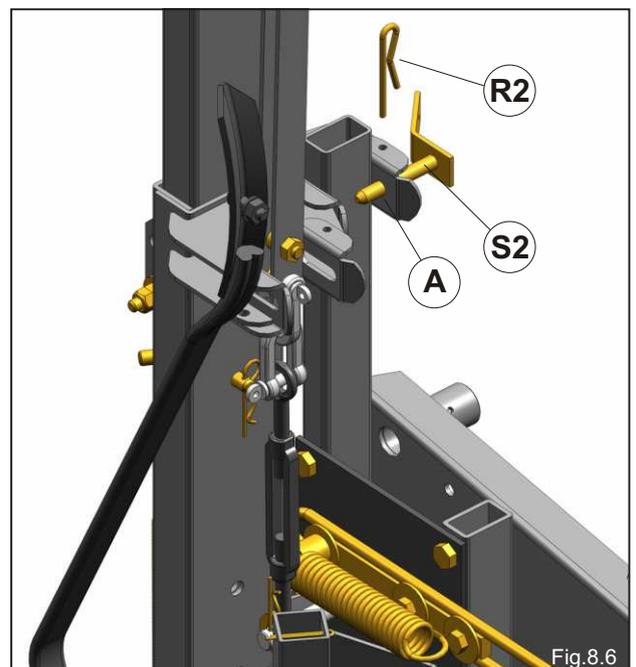

Fig.8.6
- Extraire les goupilles **S2** et **R2** de la position **A** (Fig.8.6).